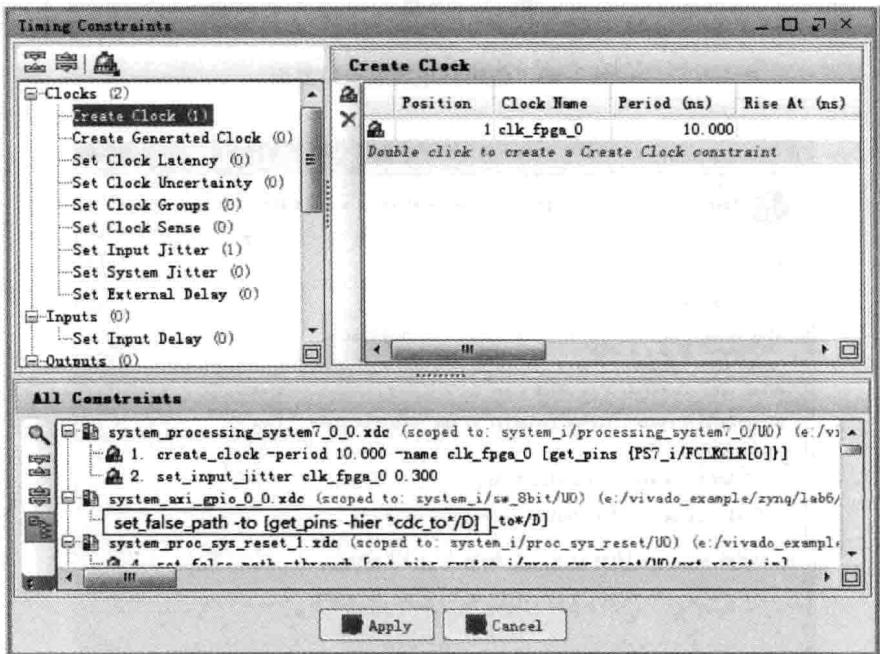

图 8.68 创建时序约束对话框界面
(1) 在 Vivado 主界面左侧 Flow Navigator 窗口下,找到并展开 Synthesis。在展开项中,找到并展开 Synthesized Design。在展开项中,选择并单击 Edit Timing Constraints。
(2) 如图 8.68 所示,出现 Timing Constraints(时序约束)对话框界面。